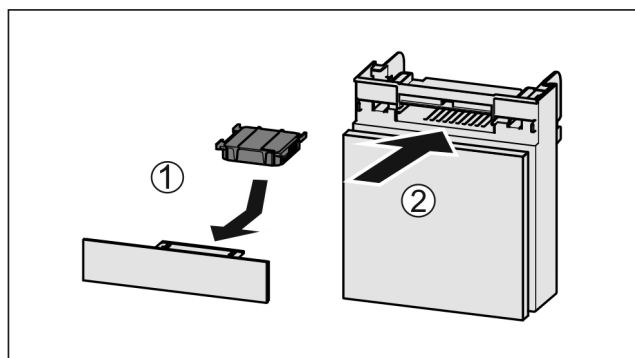

Fig. 186
- Inserire il vano Fig. 186 (2).